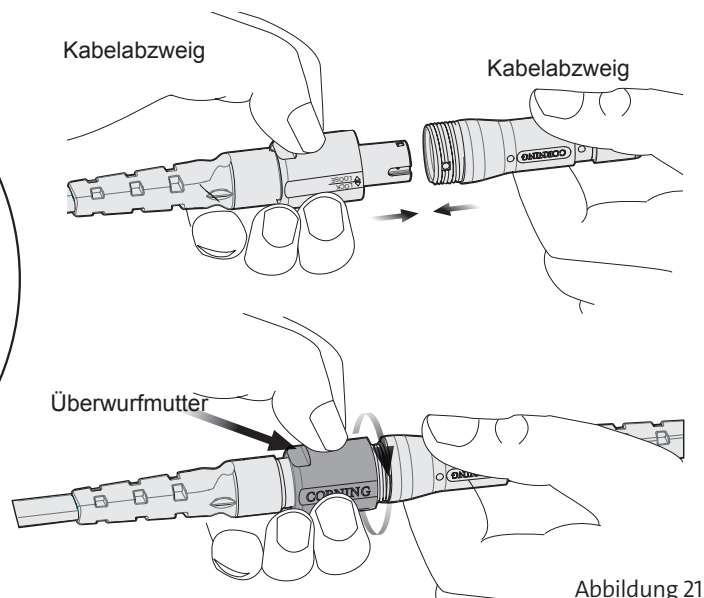

Abbildung 21
Schritt 4: Richten Sie die Passfedern aus und drehen Sie die Überwurfmutter der Baugruppe vorsichtig auf die Haltevorrichtung, bis die Mutter handfest angezogen ist (Abbildung 21).